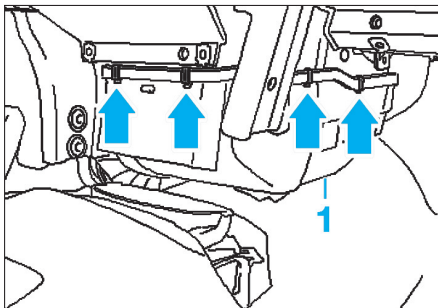

FIG. 11
- Dégrafer aux endroits indiqués la partie inférieure du bloc de chauffage comme illustré (Fig.11).